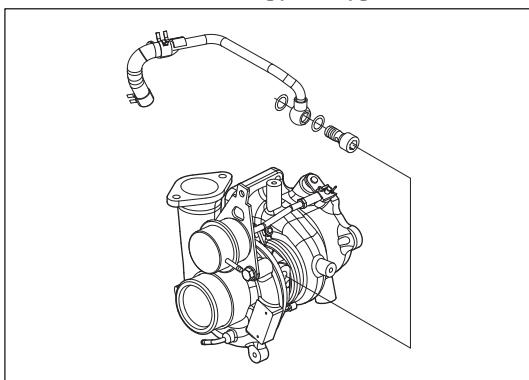

Рис. 7-2-10. Установка отводящей трубы турбонагнетателя
- (8) Надеть один из концов отводящего шланга ОЖ турбонагнетателя на подводящую трубку турбонагнетателя и закрепить стальным хомутом. Закрепить отводящую трубку на турбонагнетателе с помощью одного болта, как показано на рис. 7-2-10.